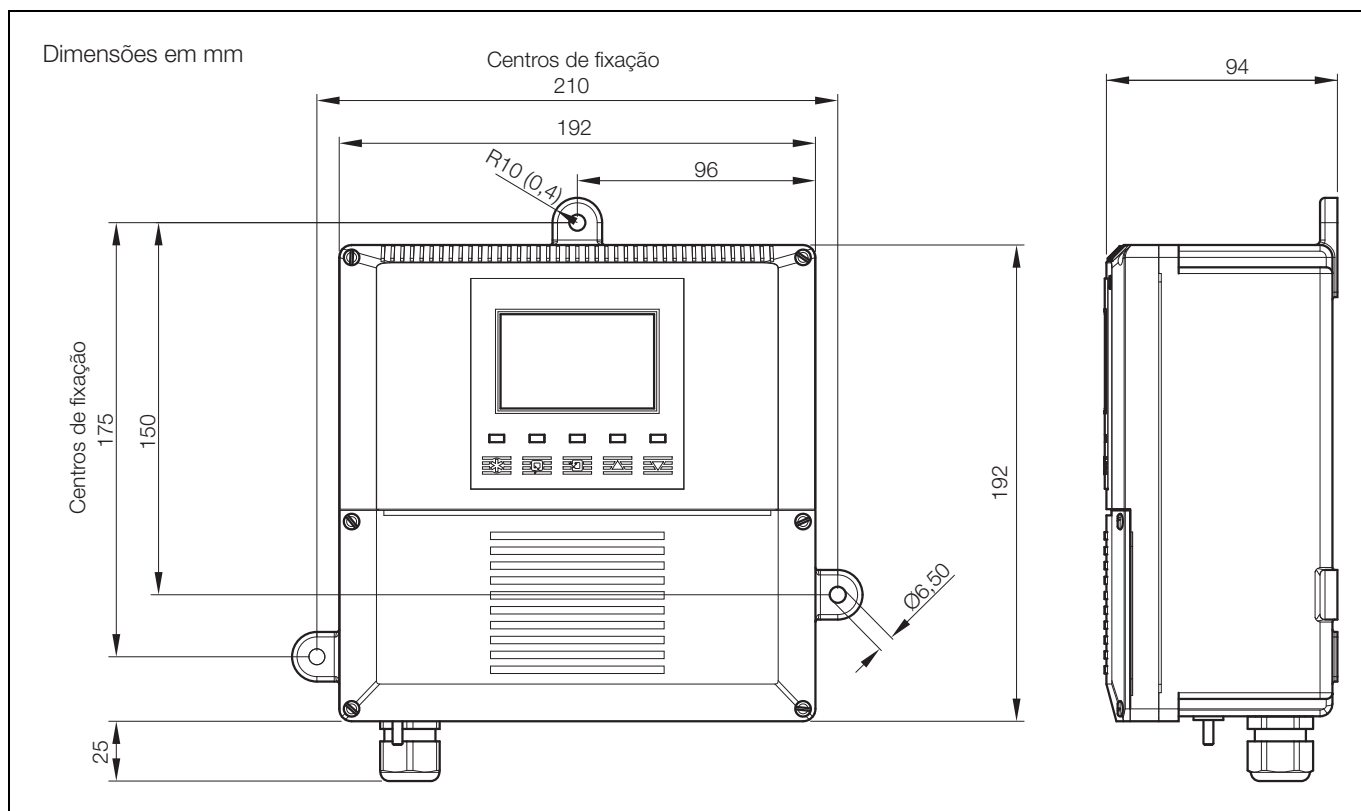

Fig. 6.2 Dimensões gerais
6.2.1 Analísadores de montagem em parede/tubo – Figs. 6.2 e 6.3